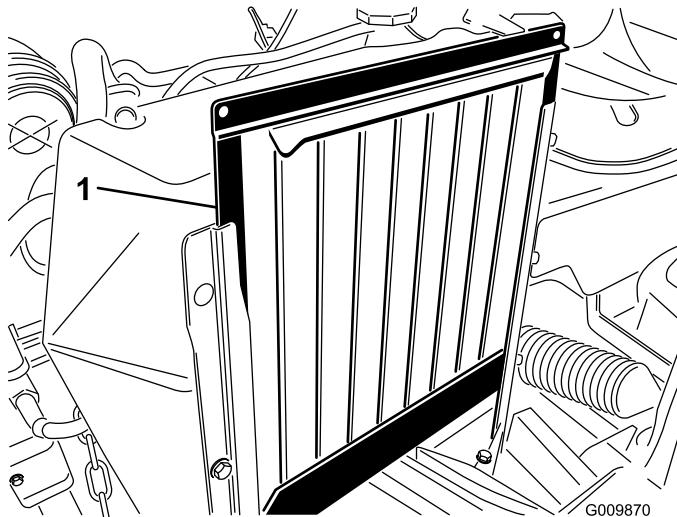

Figura 53
1. Retire la rejilla del radiador y límpielala (Figura 53).